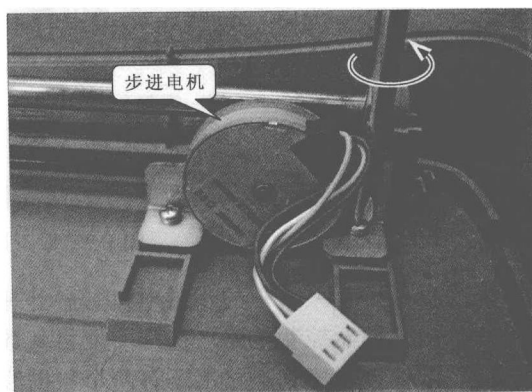

图 1-11 取下步进电机螺钉
(9) 扫描仪机械传动系统中的步进电机由两个螺钉固定，拆卸时需要将其取下来，如图 1-11 所示。